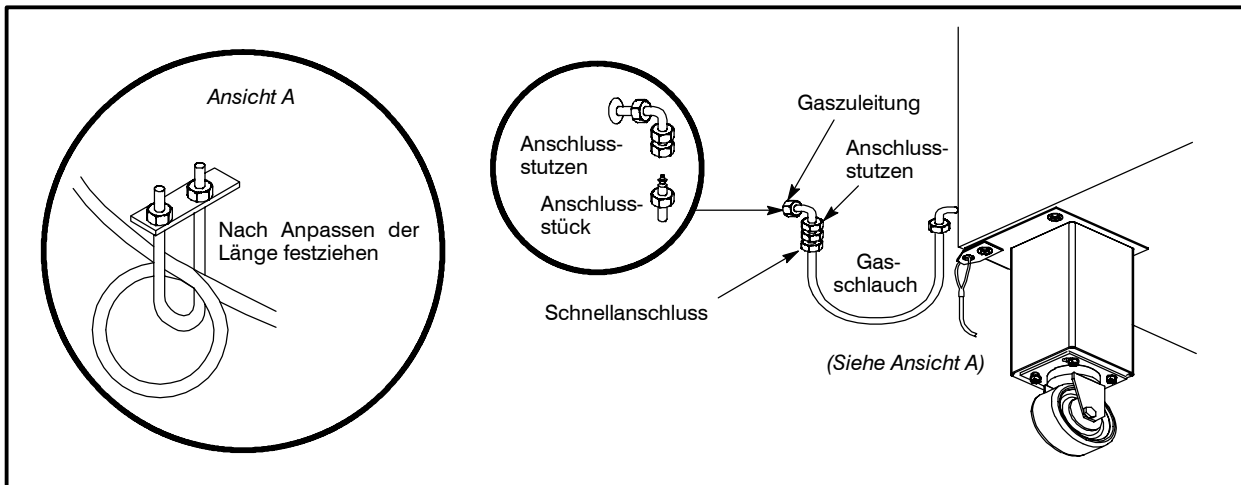

Abbildung 16
- Die Lasche sollte hinreichend kurz sein, um jegliche Spannung am Anschlussstück zu verhindern. Einzelheiten zum Anpassen der Länge sehen Sie in Abbildung 16 Ansicht A.